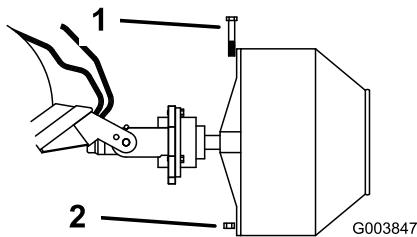

Figure 3
6. Fixez la bétonnière sur la tête d'entraînement avec le boulon et l'écrou fournis avec la tête d'entraînement de la tarière (Figure 3).